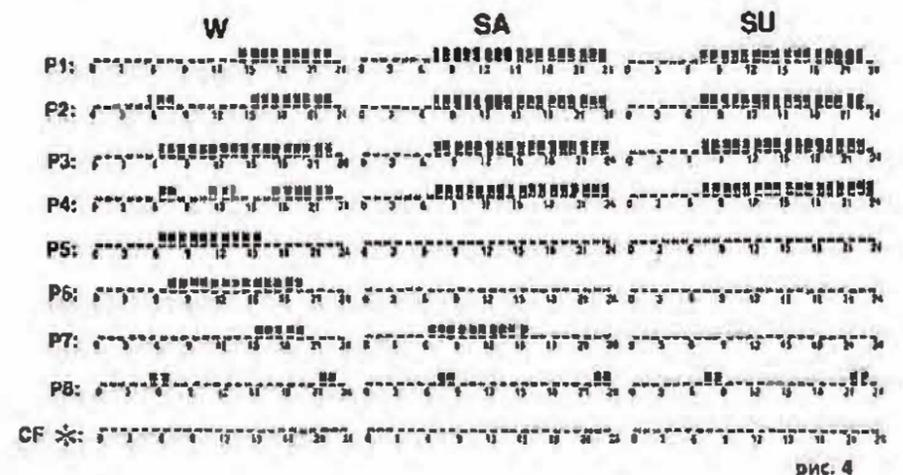

рис. 4
В состав рабочего блока R80 PDE входят точный электронный термостат и электронный таймер на 7 программ (Смотри рисунок 4).
3.3 ОПИСАНИЕ ПРОГРАММ - Рис.4